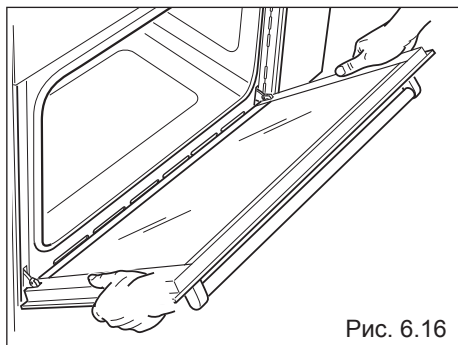

Рис. 6.16
- Возьмитесь за дверцу, как показано на Рис. 6.16.